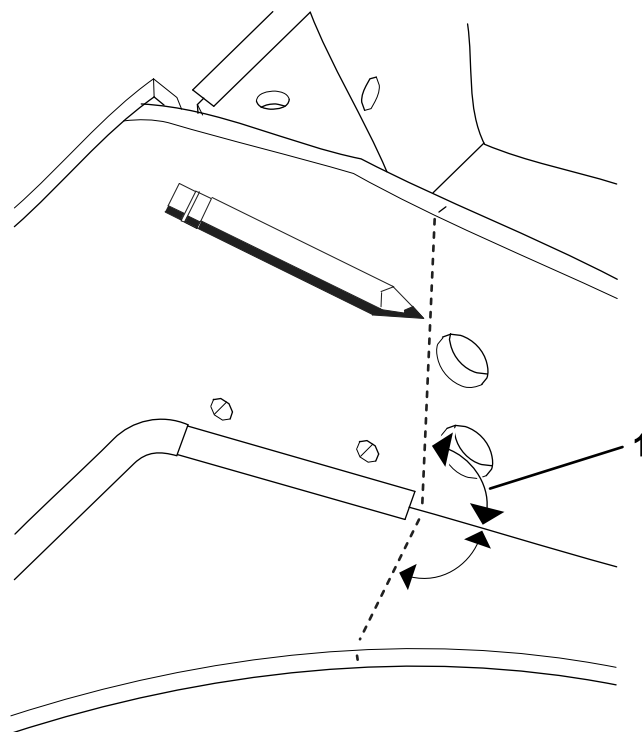

Figura 9
2. Utilizzando un righello e uno strumento di disegno, tracciate una linea con un'angolazione di 90° dalla base del supporto assale in entrambe le direzioni (Figura 9). Ripetete l'operazione sull'altro lato.